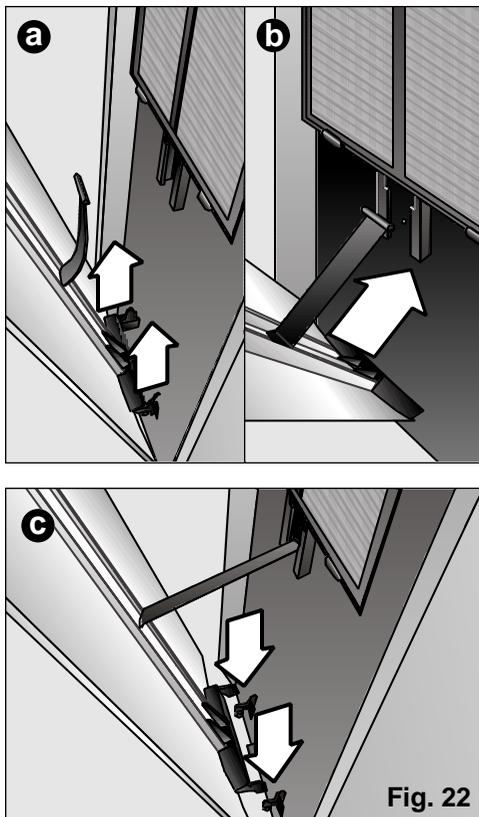

Fig. 22
- 1° Til de deur op totdat u hem losmaakt van de steunen aan de onderkant, (Fig. 22: a).
- 2° Plaats de plastic clip in de gleuf aan de voorkant van het apparaat (in de vorm van een T) en laat deze naar beneden glijden tot aan de veiligheidslimiet, (Fig. 22: b).
- 3° Plaats de veertjes die zich aan de onderkant van de deur bevinden in de daarvoor bestemde opening aan de voorkant van het apparaat, doe dat voorzichtig om te voorkomen dat de plastic clip die u al op zijn plaats gezet heeft weer los laat, (Fig. 22: c).